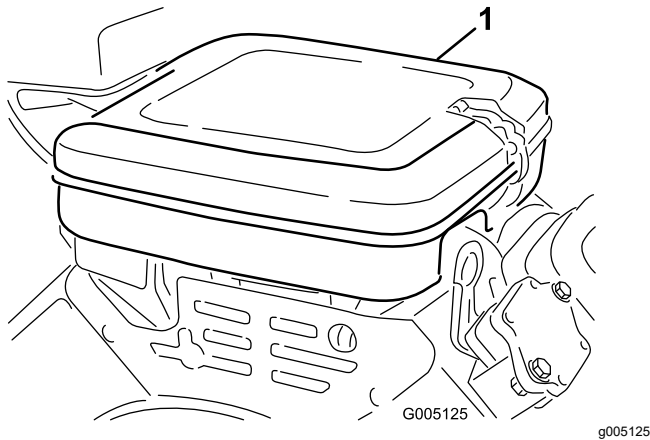

Figura 38
1. Limpie la cubierta del limpiador de aire (Figura 38).